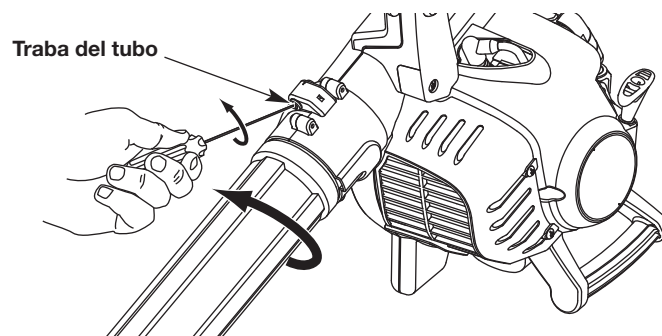

Fig. 4
1. Inserte un destornillador de cabeza plana en la traba del tubo. Gire el destornillador 1/4 de vuelta hacia la izquierda y sosténgalo en el lugar (Fig. 4).
2. Gire el tubo de la sopladora hacia la izquierda hasta que se destrabe de la salida (Fig. 4).